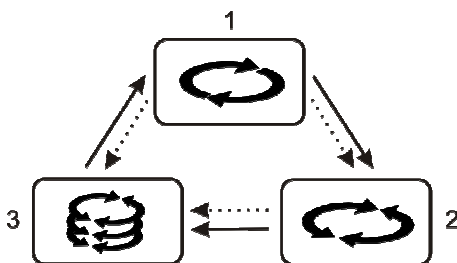

Fig.1. Ciclo di miscelazione innovativo
- tutti e tre in un solo ciclo (Fig. 1).